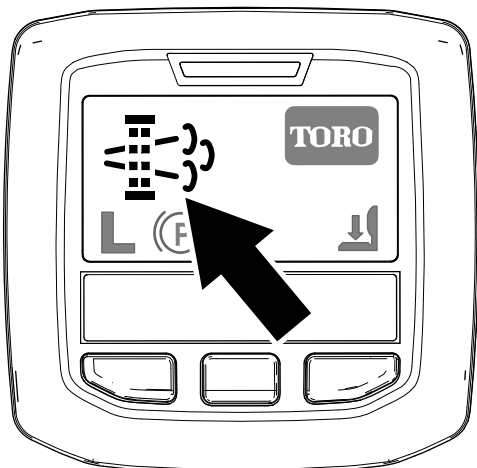

Рисунок 36
- Значок запроса регенерации с парковкой отображается на дисплее инфо-центра (Рисунок 36).